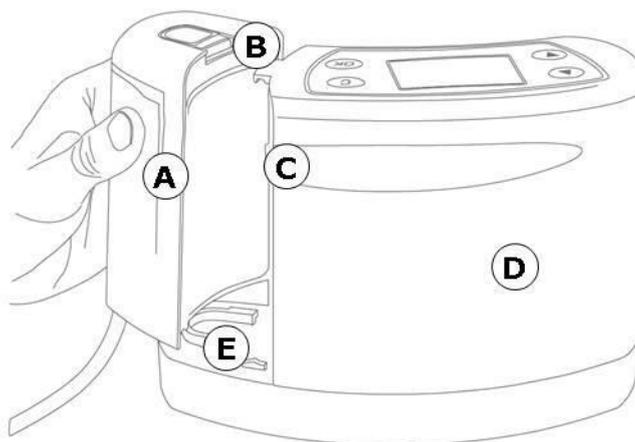

Abb. 5 Anschluss des Einweg-Sekretbehälters
1. Nehmen Sie den Einweg-Sekretbehälter (Abb. 5 (A)) aus der Verpackung.
2. Schieben Sie den Behälter auf die Führungsschiene (Abb. 5 (E)) am **ASSKEA procuff® M**, bis der Einweg-Sekretbehälter hörbar an der Verriegelung (Abb. 5 (B)) einrastet.
Die Konnektierung des Einweg-Sekretbehälters (750 ml) erfolgt ebenfalls gemäß der Abb. 5.